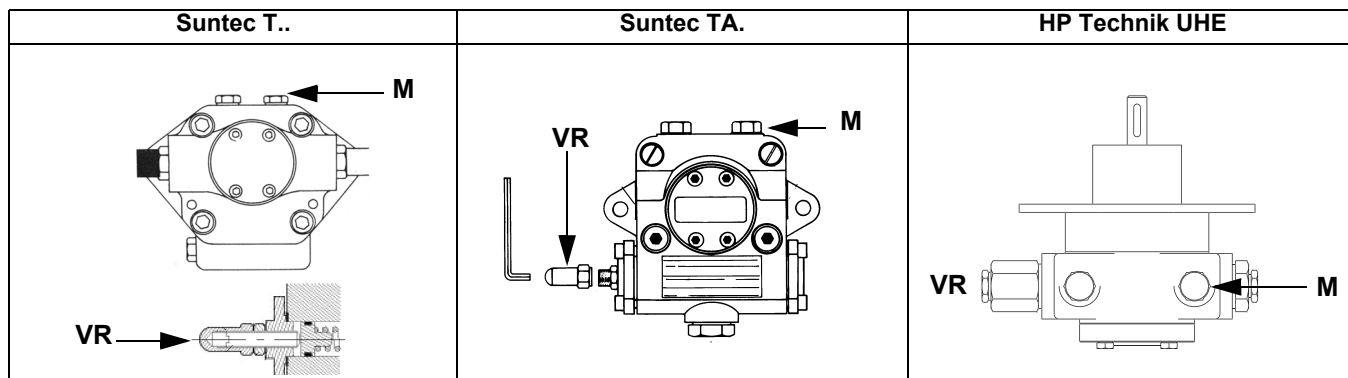

Рис. 15
- 3 выпустить воздух со штуцера (**M**) манометра насоса (Рис. 15), расслабив слегка заглушку, но не снимая ее; затем отпустить контактор;